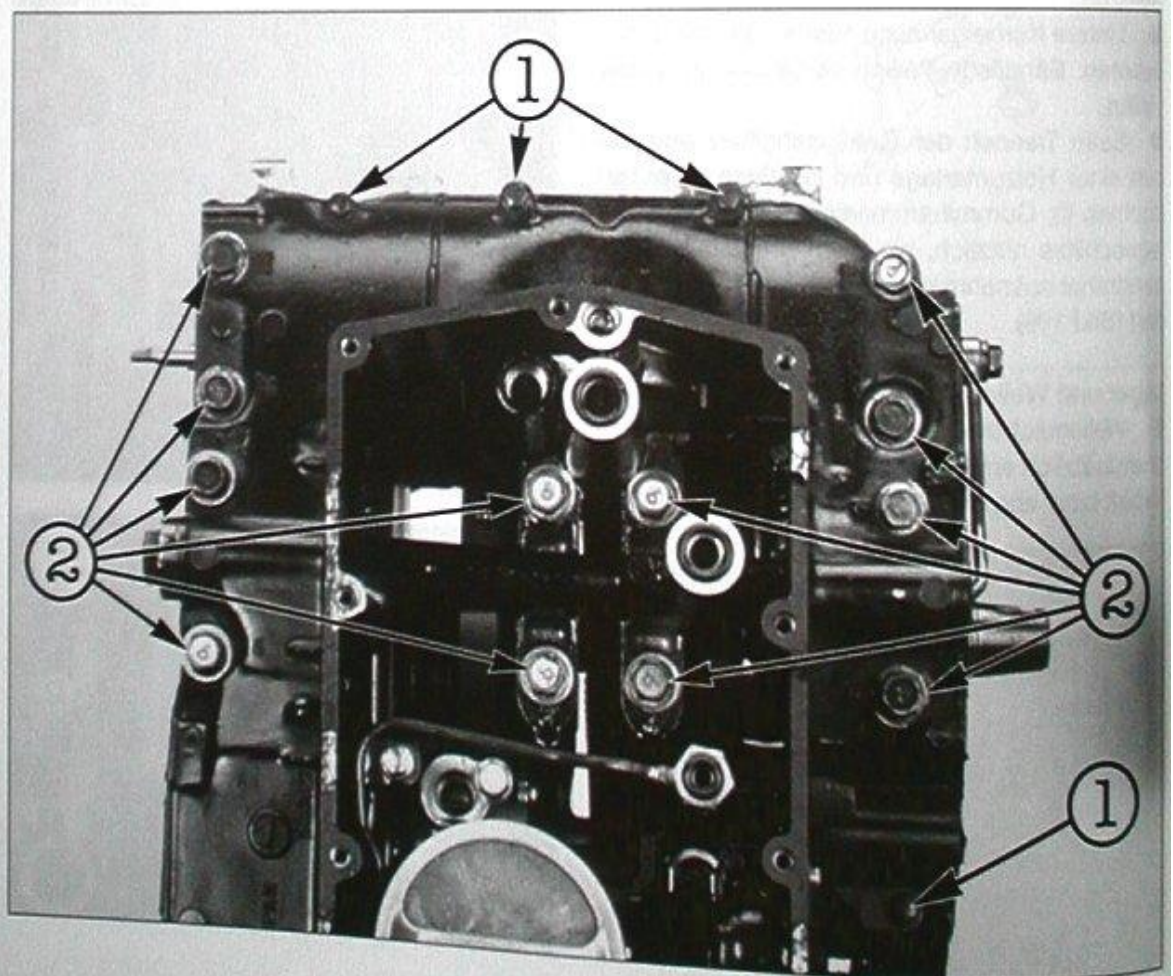

Bild 198
- An der Gehäuse-Unterseite zuerst drei 6 mm-Gehäuseschrauben ausdrehen, dann zwölf 8 mm-Gehäuseschrauben entgegen der in Bild 201 angegebenen Anzugsreihenfolge erst  $\frac{1}{4}$  Umdrehung lösen, dann ganz ausdrehen (Bild 198).